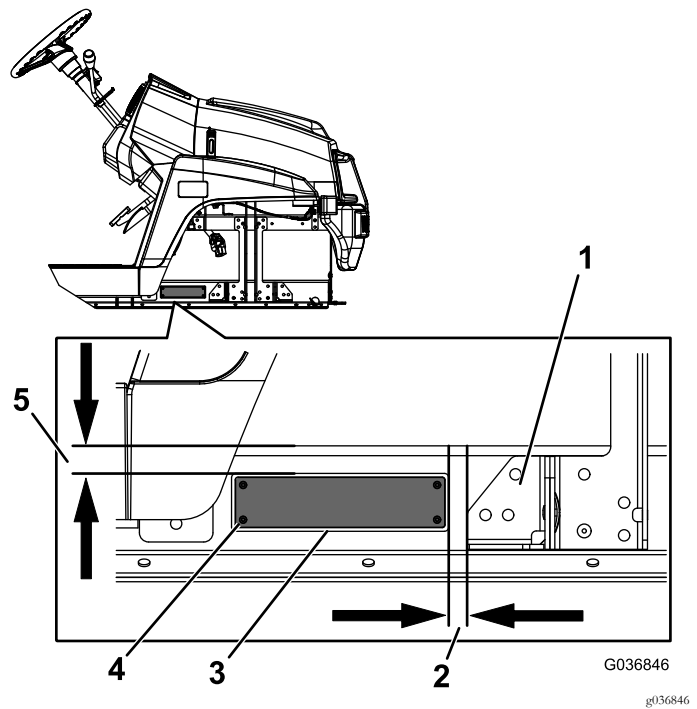

Figura 9
1. Instale la placa del número de serie usando 4 remaches en la posición indicada en Figura 9.